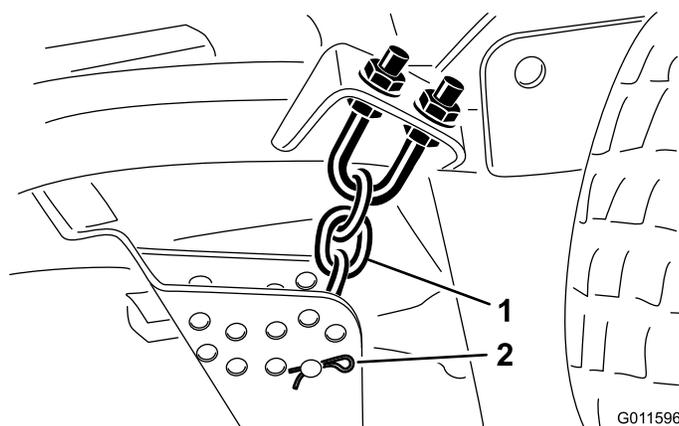

Figura 18
5. Togliete la coppiglia e il perno con testa che fissano le catene dell'altezza di taglio sul retro dell'apparato di taglio (Figura 18).